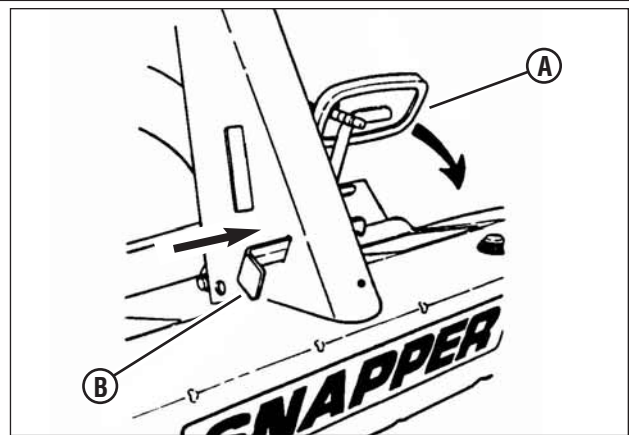

Figura 8: Acionando o freio de estacionamento
- Pressione o Pedal da Embreagem/Freio (A, Figura 8) até o fim, mova o trava do freio de estacionamento (B) para cima e solte o pedal da embreagem/freio para acionar o freio de estacionamento.